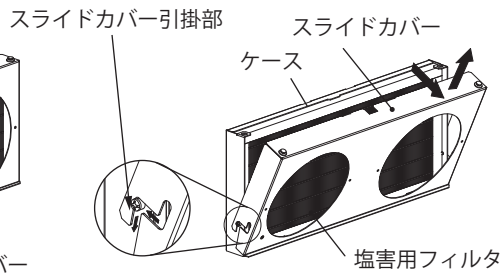

図4
2. スライドカバーをスライド経路に沿ってスライドさせ、ケースから取り外してください。(図 4)